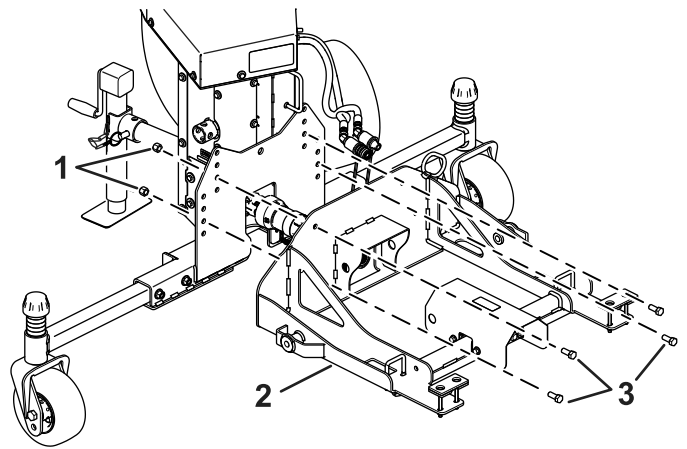

Bild 11
2. Montieren Sie die Befestigungsplatte mit vier Schrauben ($\frac{1}{2}$ " x $1\frac{1}{4}$ ") und vier Sicherungsmuttern ($\frac{1}{2}$ ") am Laubbläserrahmen und verbinden Sie die Gebläseantriebswelle mit der Keilwelle an der Befestigungsplatte, indem Sie die Schnellkupplung auf die Welle schieben (Bild 11).